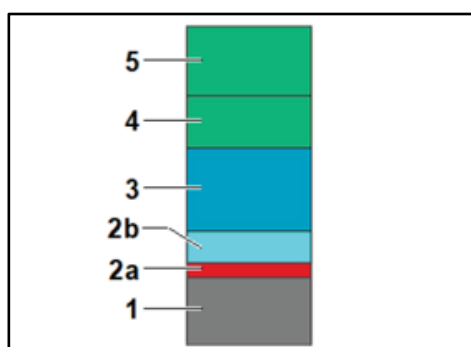

Fig. 1 : Structure de couche maximale admissible pour la peinture de pièces neuves et de réparation
- Pour les pièces déjà peintes, seule une couche de peinture supplémentaire unique avec des formulations de peinture de base adaptées au radar de la marque (voir symbole « adaptée au radar » dans le banc de mélange correspondant) et au maximum deux couches de vernis incolore sont autorisées (voir fig. 1 « Structure de couche maximale admissible pour la peinture de pièces neuves et de réparation »)